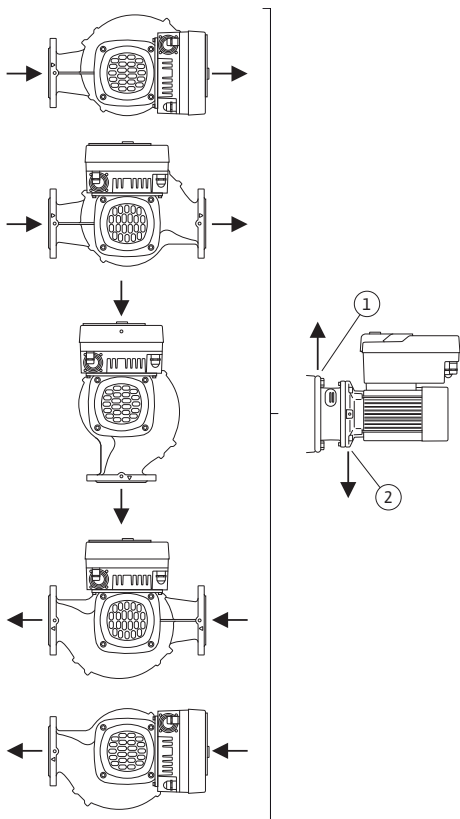

Fig. 21: Zulässige Einbaulagen mit horizontaler Welle
- Bei horizontaler Motorwelle ist die Lage der Kondensatbohrung nach unten erforderlich (Fig. 21, Pos. 2). Gegebenenfalls muss der Motor gedreht werden.